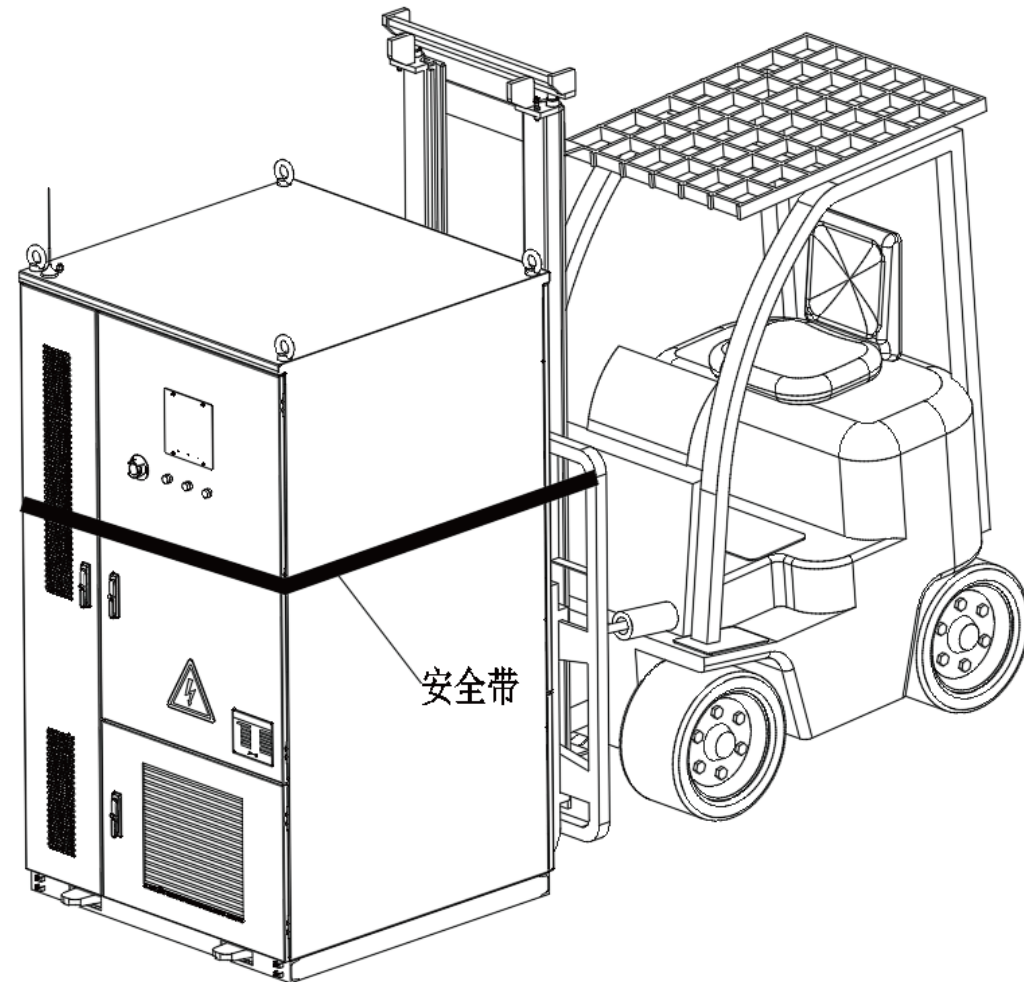

图4-3 215kWh工商业液冷储能电池一体柜叉装示意图
4. 在叉车叉装过程中考虑安全因素,建议在一体柜周围捆绑一条安全带连接至叉车横梁上。具体叉车操作可以参考下图4-3所示: